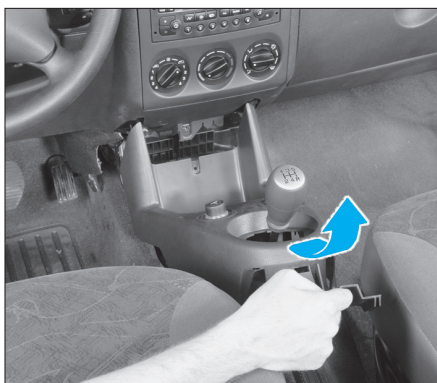

FIG. 21
- Lever l'arrière de la console afin qu'elle puisse s'extraire de la planche de bord et glisser le soufflet à travers le trou de passage du levier de vitesses avant de déposer la console avant (Fig.21).